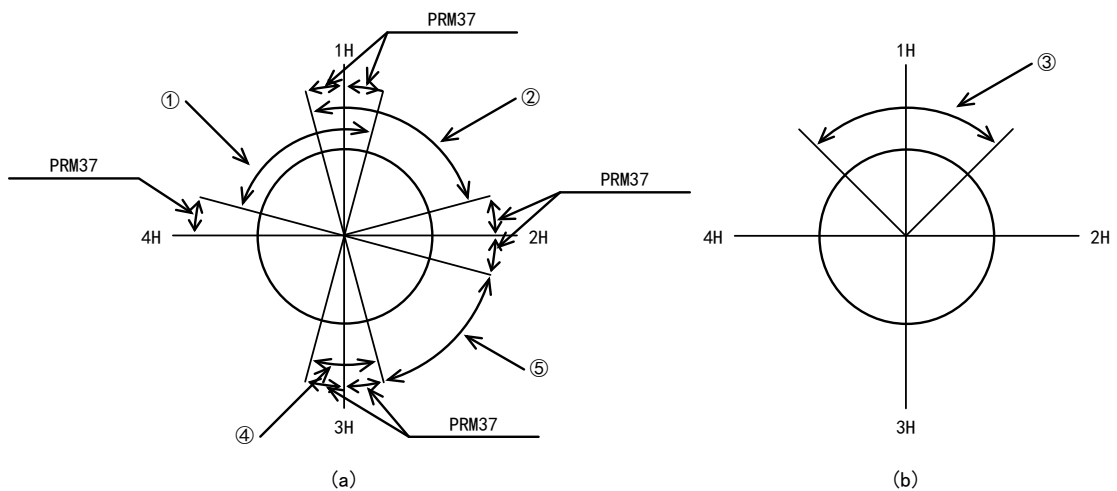

图 7.8 等分分割指定 (G101) 和参数
位于图 7.8 (a) 中①的范围内时, 假如执行了 G101A4;G91A0F□□, 则移动到 1H 的位置。
位于图 7.8 (a) 中②的范围内时, 假如执行了 G101A4;G91A0F□□, 则移动到 1H 的位置。
位于图 7.8 (b) 中③的范围内时, 假如执行了 G101A4;G91A0F□□, 则移动到 1H 的位置 (最近的位置)。PRM37 不对动作产生影响。
位于图 7.8 (a) 中④的范围内时, 假如执行了 G101A4;G91A0F□□, 则移动到 3H 的位置。
位于图 7.8 (a) 中①的范围内时, 假如执行了 G101A4;G91A-1F□□, 则移动到 4H 的位置。
也就是说, 位于图 7.8 (b) 的范围内时, 假如执行了 G101A4;G91A1F□□, 移动到 2H 的位置; 而执行了 G101A4;G9A-1F□□, 则移动到 4H 的位置。
位于图 7.8 (a) 中④的范围内时, 假如执行了 G101A4;G91A-1F□□, 则移动到 2H 的位置。
位于图 7.8 (a) 中④的范围内时, 执行了 G101A4;M70; 后, 当前的分割位置 (图中, 分割位置 3 ·· bit 0 和 bit 1) 由 CN3 的 M 代码输出以二进制予以输出。
位于图 7.8 (b) 中③的范围内时, 分割位置 1 (bit 0) 被输出。
位于图 7.8 (a) 中④的范围内时, 执行了 G100A4;M70; 后, 当前的分割位置